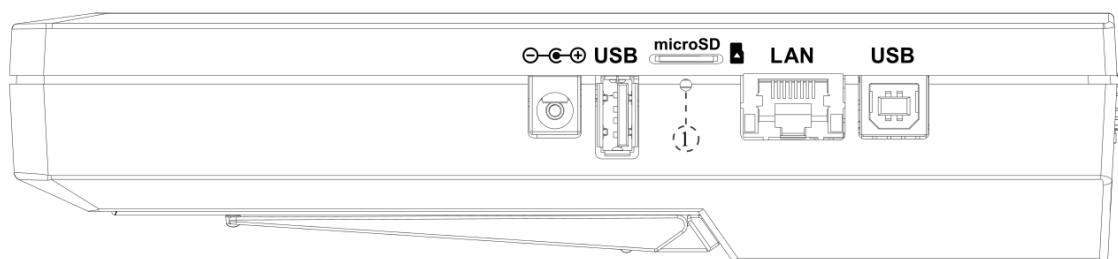

Рисунок 4.6. Боковая панель прибора
3. Подключить блок питания к разъёму питания прибора (см. рис. 4.6), а затем к электрической розетке. После подключения загорается индикатор «Power» (см. раздел 4.6).